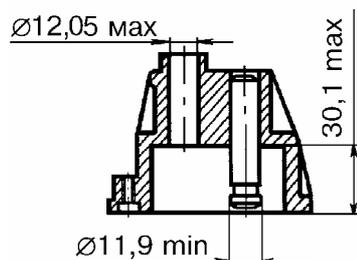

Рис.5. Корпус 2101-1011015
3.2.1 Корпус 2101-1011015 масляного насоса (рис.5).